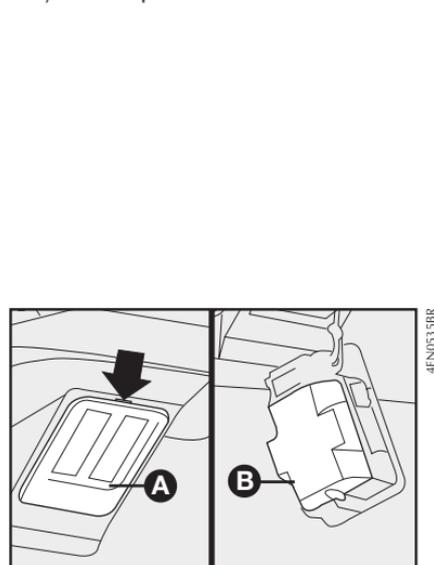

fig. 75
- saque la lente transparente **fig. 75**, haciendo palanca con un destornillador en el punto indicado por la flecha;